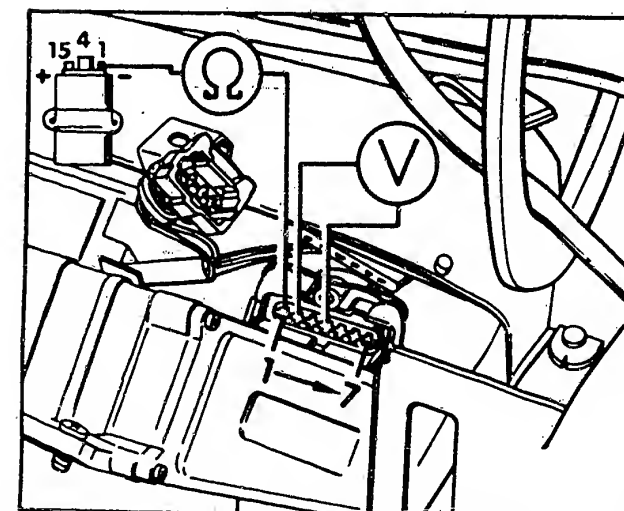

Bild 5 Spannungs- und Widerstandsmessung am abgezogenen Stecker des TSZ-H-Schaltgerätes in Verbindung mit der Zündspule.
- Bei vom Schaltgerät abgezogenem Stecker Multimeter zwischen Kontakt 2 und 4 an Stecker anschliessen (Bild 5). Es soll ca. **Batteriespannung** bei Zündung EIN anliegen